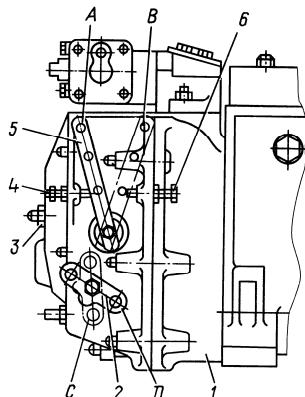

Рис. 8. Регулятор частоты вращения:
13. Установив скобу регулятора в положение "D" (рис. 8) выключенной подачи топлива, в течение 10-15 секунд проворачивать стартером коленчатый вал двигателя и по показаниям манометра определить наличие давления масла в центральном масляном канале. При наличии давления можно пускать двигатель.
Рычаг 2 (рис.8) останова регулятора установить в положение "С" включенной подачи топлива, а рычаг 5 управления регулятором - в положение "А", соответствующее минимальной частоте вращения.
1. Подготовить двигатель к пуску как указано выше. Рычаг 2 (рис. 8) останова регулятора установить в положение "С" включенной подачи топлива, а рычаг 5 управления регулятором повернуть в среднее положение.